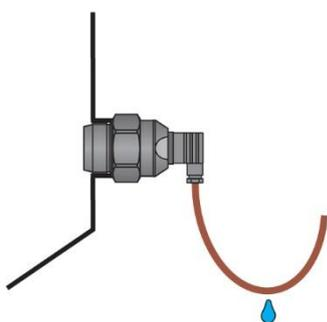

Рис. 4: Предотвращение попадания влаги в датчик
- Датчик не разрешается устанавливать в местах, подвергаемых действию прямых солнечных лучей, и необходимо защищать от атмосферного влияния. Если установки в местах, подвергаемых действию прямых солнечных лучей, избежать нельзя, необходимо над датчиком установить солнцезащитный козырёк (рис. 4).
- Кабель следует провести под кабельным выводом (с прогибом наискось вниз), как показано на рис. 4. Это предотвратит возможное попадание влаги в датчик. Такое положение обеспечивает свободный сток дождевой воды и образующегося конденсата.